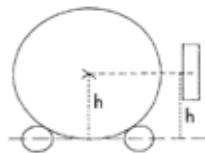

fig. 4
- Położenie rolek naciągu wstępnego powinno być takie, żeby środek rolki folii znajdował się na wysokości środka beli(rys.4).